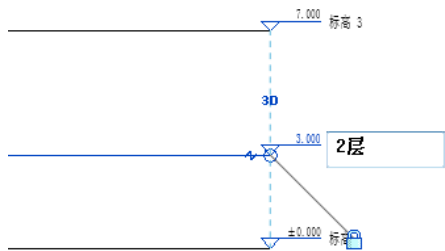

图 4-7 更改标高名称
(8) 单击标高的名称，可以改变其名称，如图4-7所示。在空白位置单击鼠标左键，打开如图4-8所示“确认标高重命名”提示对话框，单击“是”按钮，则相关的结构平面的名称也将随之更新。如果输入的名称已存在，则会打开如图4-9所示“Autodesk Revit 2020”错误提示对话框，单击“取消”按钮，重新输入名称。